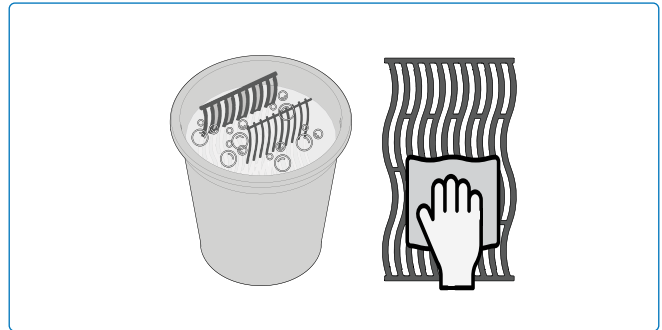

Fig. 7
2. Enjuaga bien con agua caliente y seca completamente con un paño suave para evitar que la humedad penetre en el Hierro fundido (Fig. 7).